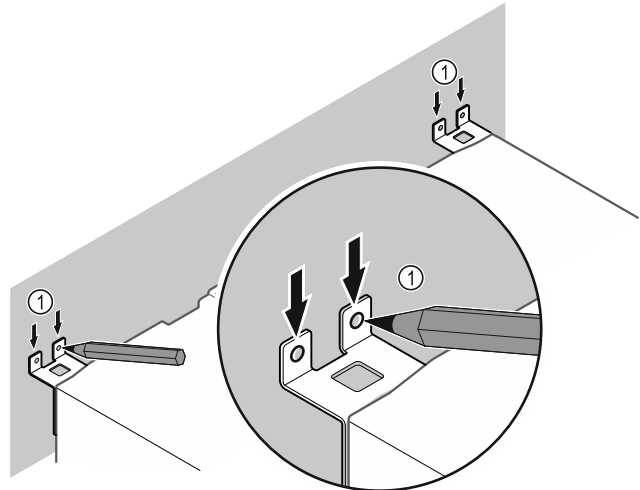

Fig. 12
- Tee seinään merkit Fig. 12 (1).